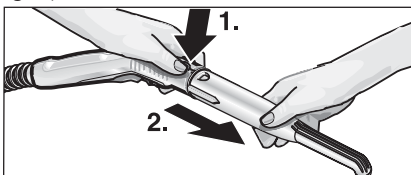

Fig. 5: Separazione degli accessori
- Per separare gli accessori premere il pulsante di sblocco (C2 o G3) e dividere le parti (si veda fig. 5).